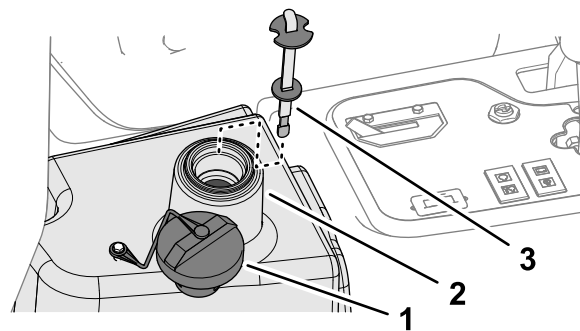

図 87
2. 油圧オイルタンクの注油口周辺をきれいに拭き、キャップ 図 87 を外す。